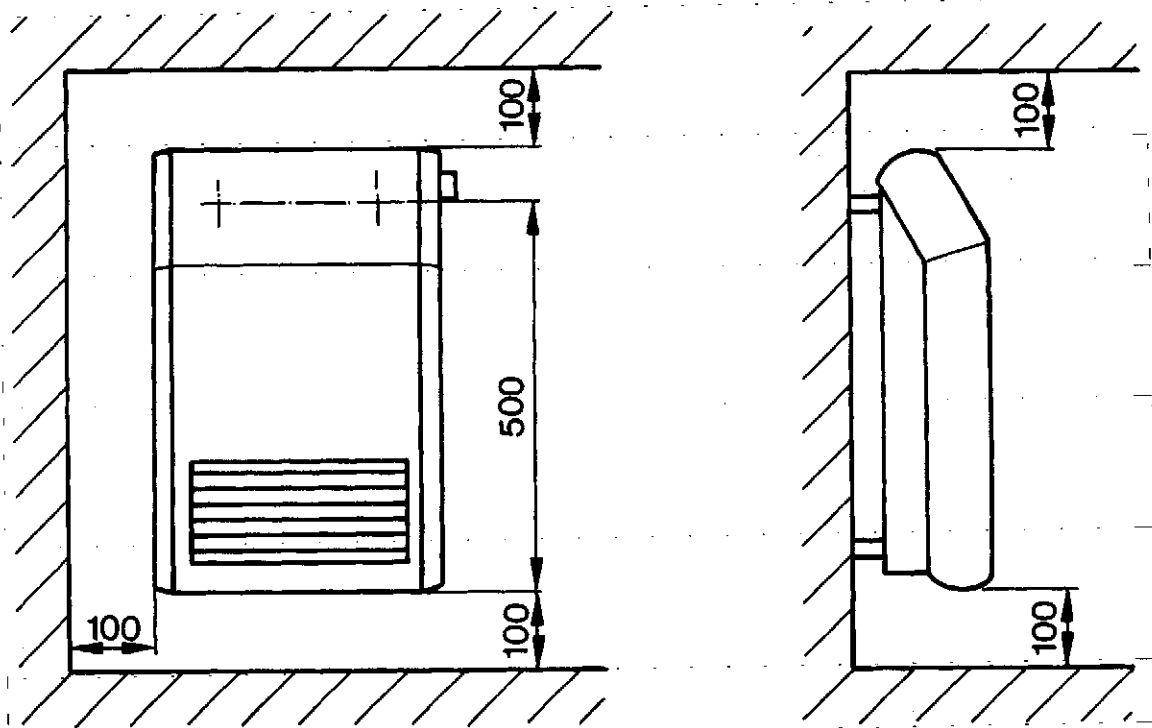
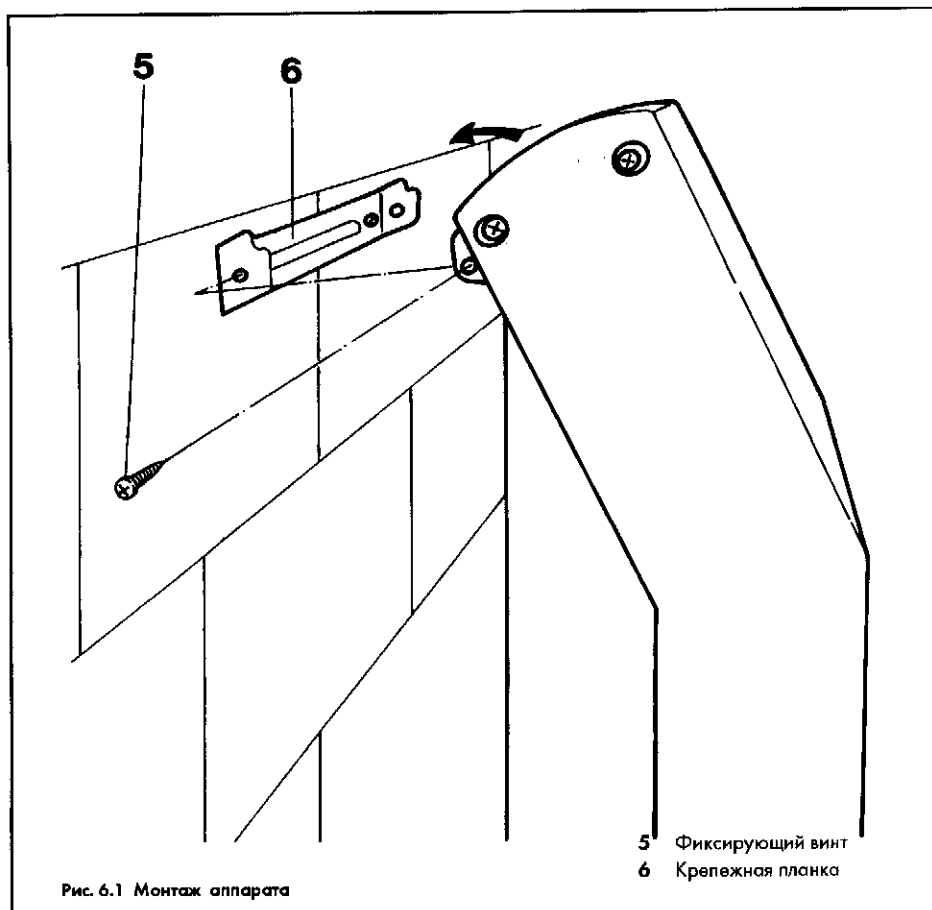

Рис. 5.1 Габаритные размеры аппарата и минимальные расстояния. Все размеры даны в мм
Рис. 6.1 Монтаж аппарата
- Перед аппаратом необходимо соблюдать минимальное расстояние 50 см от предметов из горючих материалов (гардины, мягкая мебель, скатерть и т. п.). Необходимо также соблюдать минимальные расстояния от стен и пола, указанные на рис. 5.1.
Крепежную планку (6, рис. 6.1) вынуть из упаковки и разметить её положение на стене таким образом, чтобы обеспечить минимальные расстояния 100 мм от пола до нижней кромки аппарата, от верхней кромки аппарата до подоконника или подобного тому препятствия, а также от боковой стенки до боковых препятствий (см. рис. 5.1).
Просверлить 2 отверстия в стене под крепежную планку (6, рис. 6.1), вставить в них входящие в комплект поставки аппарата дюбели и, выровняв планку, закрепить её на стене прилагаемыми винтами.
Аппарат вставить 2 верхними шлицами на задней стенке на выступающие уши крепежной планки (6, рис. 6.1) и закрепить двумя фиксирующими винтами (5, рис. 6.1). После этого прибор уже не снимается с крепежной планки.